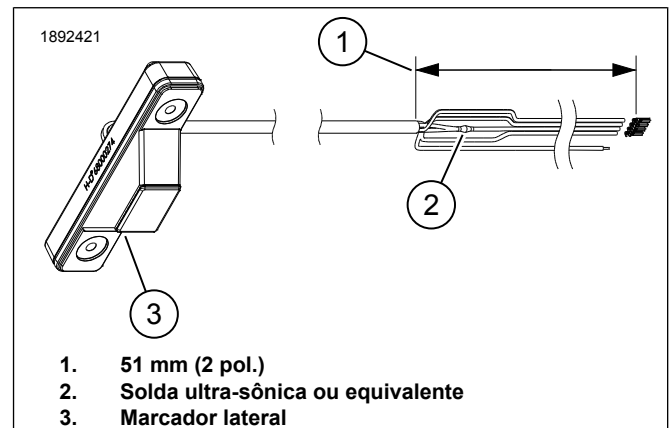

Figura 5. Dimensões da emenda do chicote
- Veja a figura 5. A emenda deve começar em 51 mm (2 in) acima do conector.